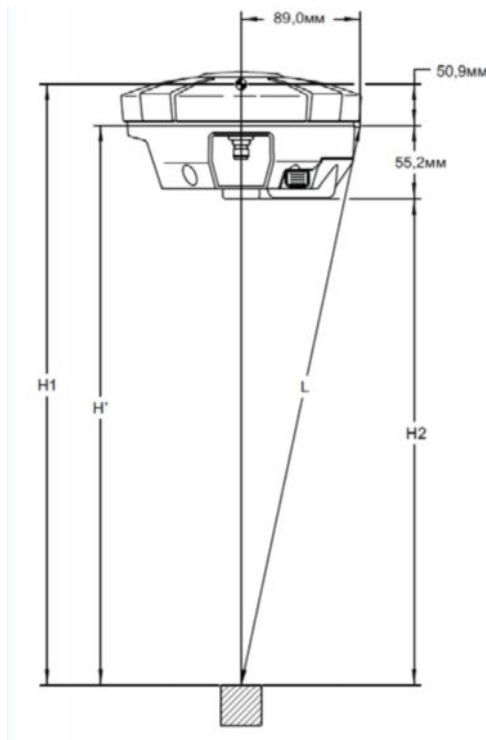

Рис. 4-3. Измерение высоты антенны
1. Измерьте либо наклонную, либо вертикальную высоту антенны над центром геодезического пункта или репером (Рис. 4-3 на стр. 4-5).